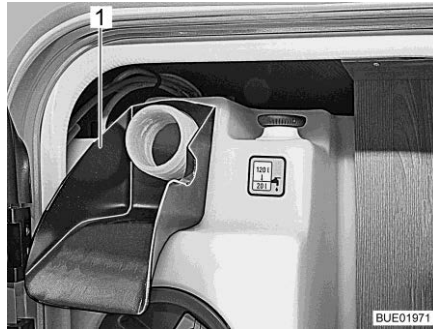

Bild 193 Einfüllhilfe
- Einfüllhilfe (Bild 193,1) auf Trinkwasser-Einfüllstutzen stecken.